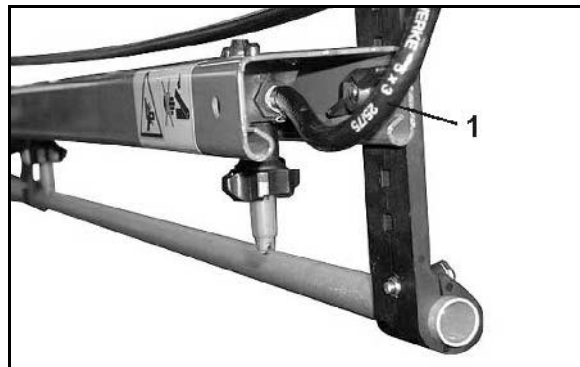

Fig. 67
- gør det muligt at opnå et permanent væskeomløb i sprøjteledningen, når trykomløbssystemet er koblet til. Hertil er der placeret en skylletilslutningsslange (Fig. 67/1) på hver delbredde.
- en skylletilslutningsslange (Fig. 67/1) pr. delbredde.